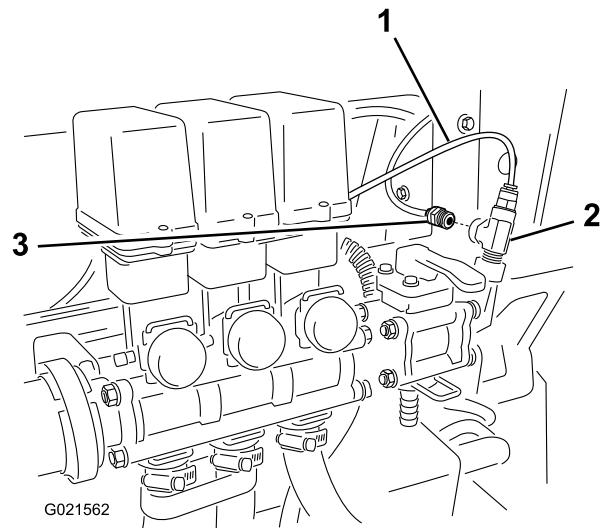

Bild 9
- Befestigen Sie den roten Schlauch (Druckmanometer), der aus der Rückseite des Schaltkastens kommt, in der Öffnung im T-Anschlussstück (Bild 9).